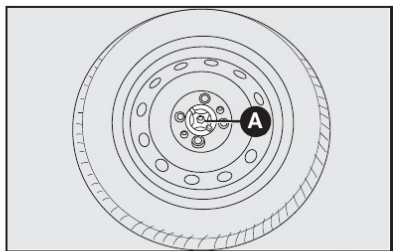

fig. 2
- Desatarraxar o dispositivo de bloqueio A-fig. 2, tirar a roda sobressalente.